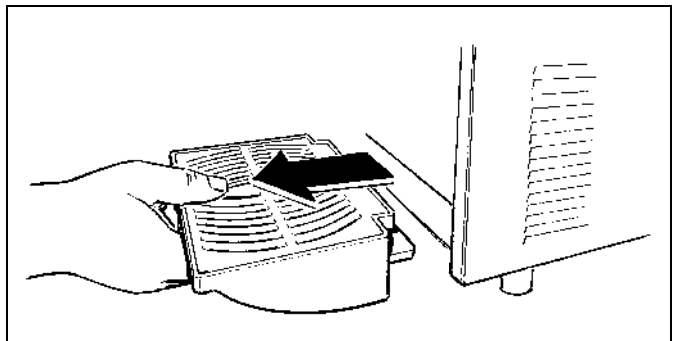

Fig. 25
- Smontare la vaschetta raccogli - gocce tirandola verso l'esterno (vedi fig.25).